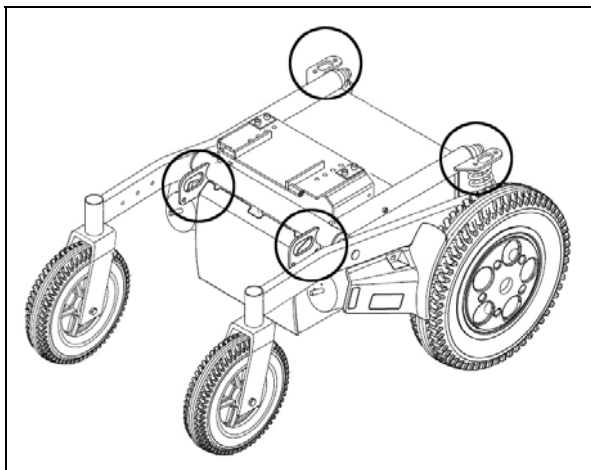

Abbildung 3.17: Befestigungspunkte für sicheren Transport. Die Befestigungspunkte sind für Vorder- und Hinterradantrieb die selben.
- Der Rollstuhl muss an den dazu vorgesehenen Halterungen des Rahmens befestigt werden (Abbildung 3.17). Der Rollstuhl darf nicht am Zubehör (Armlehne, Kippschutz) befestigt werden.